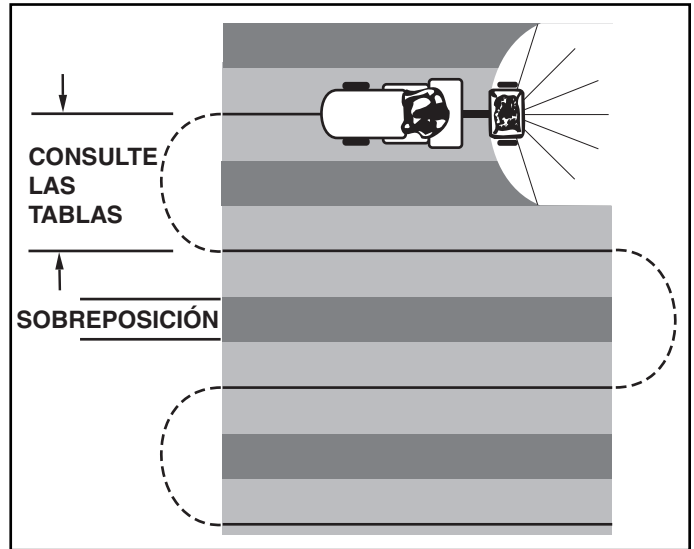

FIGURA 16
8. Para asegurar una cobertura uniforme, haga cada pase de manera que el patrón de voleo se sobreponga livianamente al patrón del pase previo como se muestra en la Figura 16. El ancho de voleo aproximado para diferentes materiales se muestra en la tabla de aplicación de esta página.